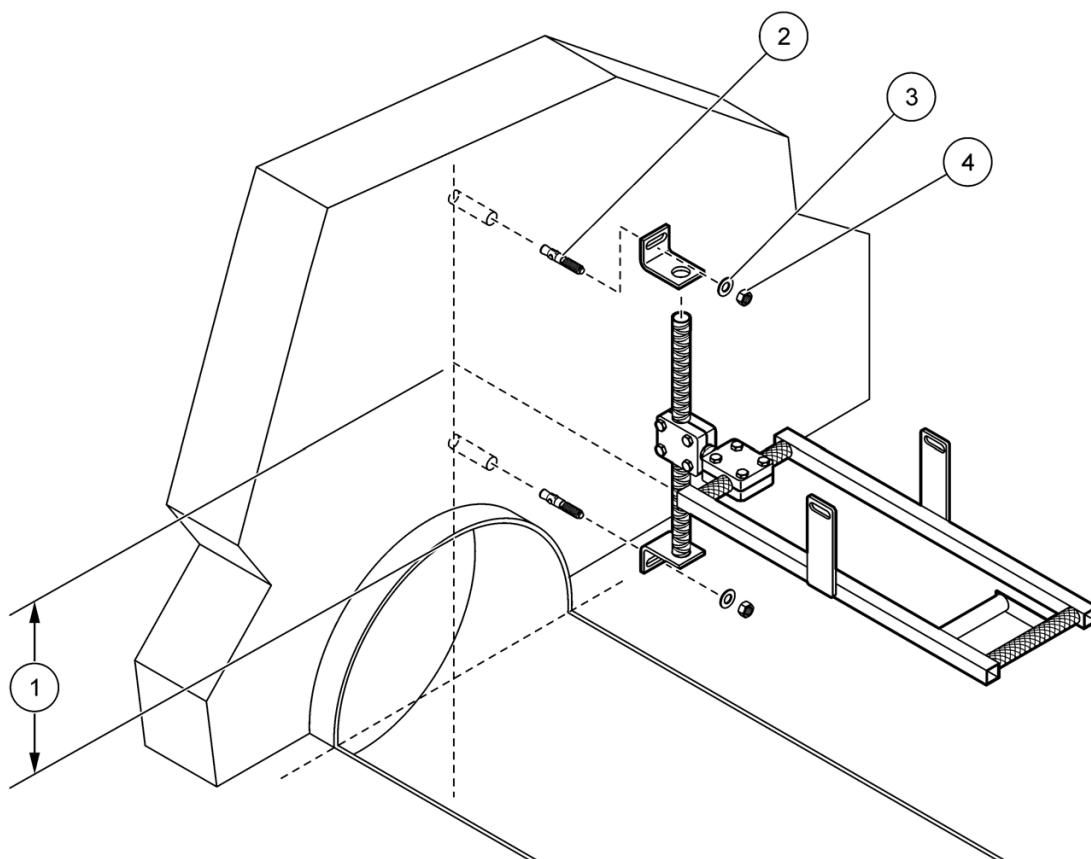

Abbildung 9 Wandmontage
- 1.3** Zeichnen Sie eine Markierung an die Wand, die der Oberkante des Sensorrahmens entspricht (Abbildung 9). Die Wandhalter werden oberhalb und unterhalb dieser Markierung angebracht.
4.3 Verbinden Sie den Rahmen mithilfe eines Abstandsbolzens mit dem Wandhalter, wie in Abbildung 9 gezeigt. Der 30,5 cm-Abstandsbolzen (12 Zoll) ist u. U. erforderlich, um den Sensor in größerem Abstand von der Wand zu positionieren, wenn ein großer Rohrüberstand vorhanden ist.
1.3 Messen Sie direkt oberhalb des Rohrscheitels bis zur Oberkante des Rahmens (Abbildung 9 auf Seite 19).